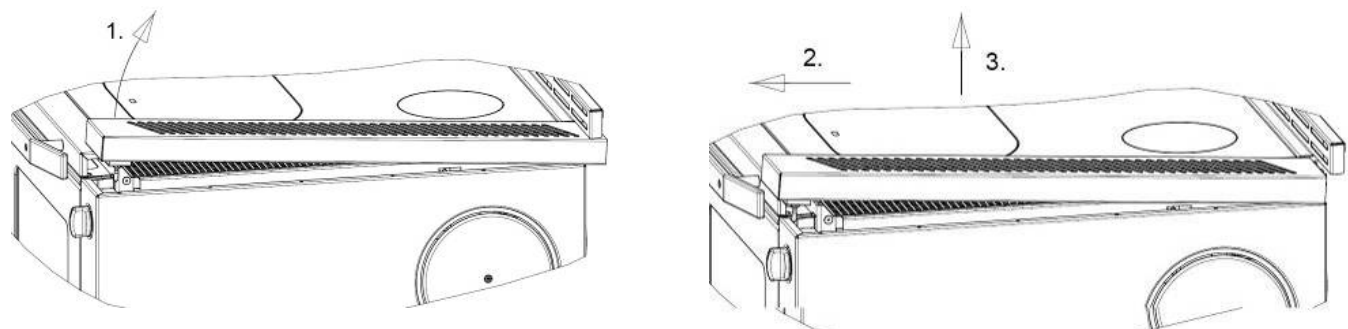

Bild 5
1. Edelstahl Schutzgitter vorne hochheben (Bild 5)